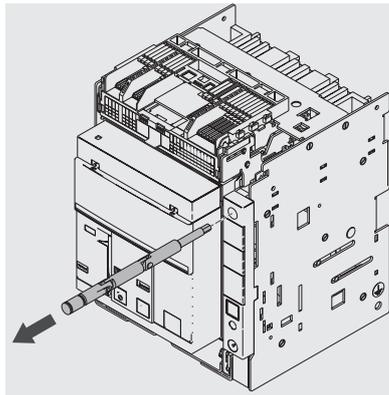

Figura 33
4. Extraer de su alojamiento la manivela de seccionamiento. Véase Figura 33.